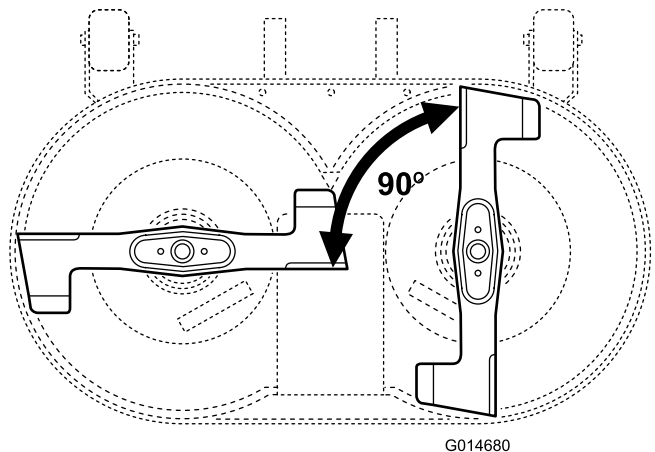

Bild 40
2. Richten Sie die Schnittmesser in einem Winkel von 90° zueinander aus (Bild 40).